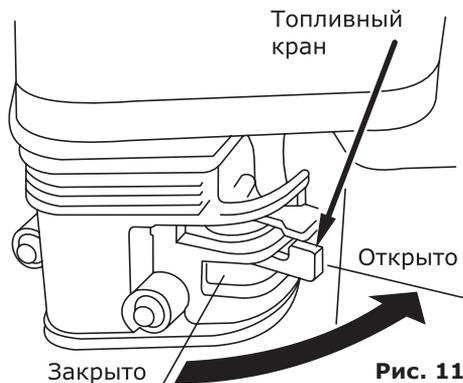

Рис. 11
- Поверните топливный кран в положение «Открыто» (рис. 11).